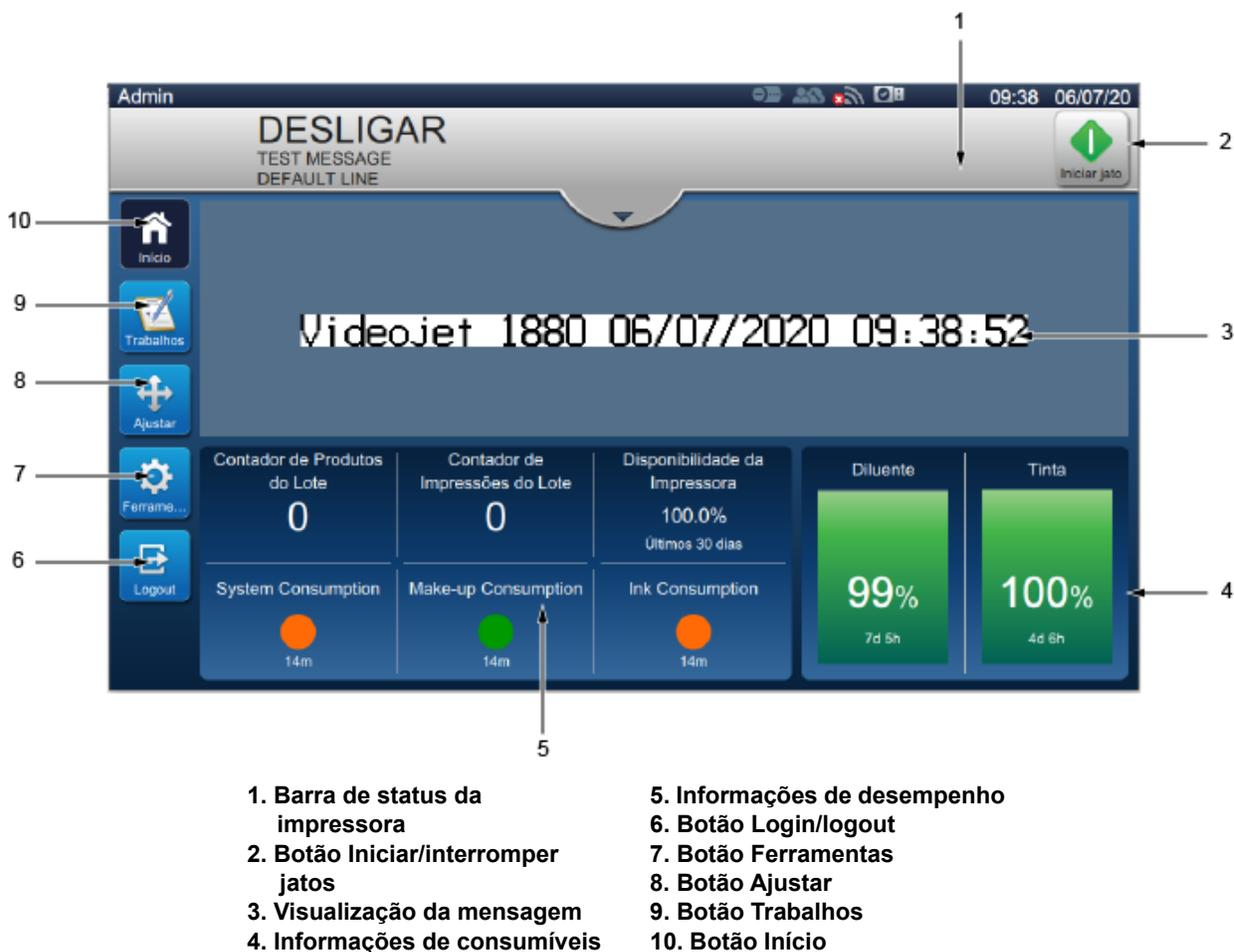

Figura 6-1: Tela inicial
A interface de usuário (UI) tem botões que permitem que o usuário navegue para diferentes telas da interface. A Figura 6-1 mostra a tela inicial da UI. Para navegar, toque rapidamente para selecionar um item, toque e arraste para rolar pelo menu ou página, e use as setas para rolar ou aumentar/diminuir valores. Use o teclado utilitário e as teclas para inserir o texto, números ou caracteres especiais necessários.